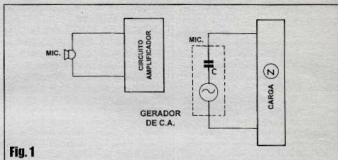

Fig. 1
- **FIG. 1 - O MICROFONE, SEUS NÍVEIS DE SINAL, E COMO APROVEITAR BEM A SUA (PEQUENA...) POTÊNCIA** - Na nossa experiência teórico-prática, usaremos - como foi dito - uma cápsula de microfone de cristal (ou seja: um transdutor acústico/elétrico piezo, cujo funcionamento já foi explicado no grupo de aulas sobre O SOM E A ELETRÔNICA...). O importante, agora, é sabermos que suas características indicam a produção de um sinal elétrico (quando excitado, digamos, pela voz de uma pessoa falando normalmente a um palmo de distância...) não maior do que uns 10 mV (dez milésimos de volt). Outro ponto a considerar - e isso é sempre importante, em qualquer tipo de transdutor que utilizemos, com qualquer circuito ou aplicação - é que a tal cápsula piezo conduz *muito pouco*, com o componente podendo ser considerado quase como um capacitor entre seus próprios terminais... Parâmetros levantados pelos laboratórios da indústria, nos dizem que essa *capacitância* pode chegar a algumas centenas de picofarads, o que, na presença de um sinal de - digamos - 1 KHz, chega a determinar uma impedância maior do que 100K (lembram-